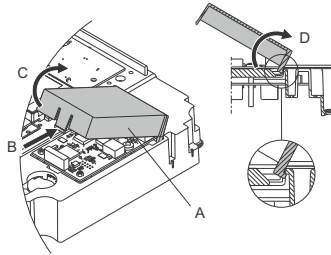

Рис. 56 Знімання кришки CIM
2. Зніміть кришку CIM (рис. 56, А), натиснувши на стопорний виступ (рис. 56, В) і піднявши край кришки (рис. 56, С). Потім зніміть кришку з гачків (рис. 56, D).